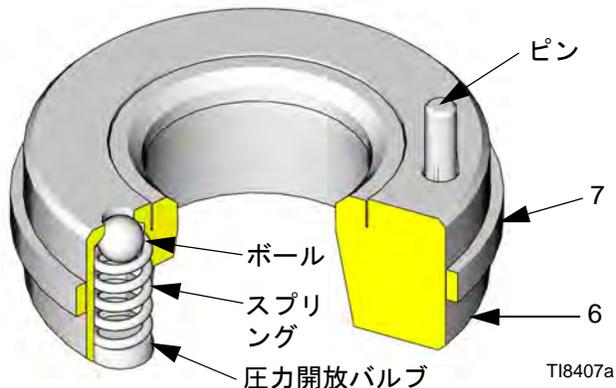

図 7. 入口シート、圧力開放バルブ付き
2. 開放バルブ入口シート（6★）を取り付けるガイドとして、入口液体ハウジングへのテキストキャスト（15）を用います。シート上のピン（図 7 参照）は、入口液体ハウジングの内側の方向を向ける必要があります（15）。ピンがシート（6★）の位置を制限し、通気口がハウジングの一部によって遮られないことを確実にします。